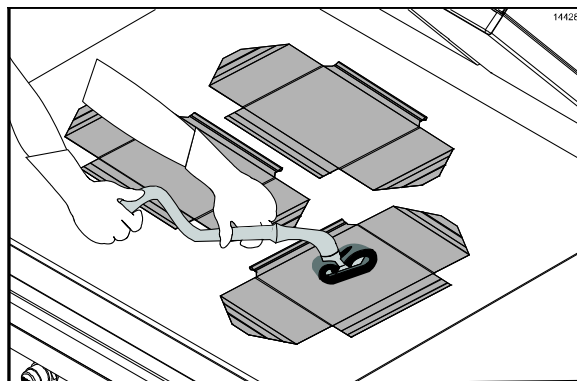

Figure 109
41. Placer les feuilles de protection des plaques supérieures à plat sur la surface inférieure du gril. Nettoyer avec précaution les deux côtés des feuilles avec le support de tampon Kay de nettoyage de gril (Cf. Figure 109).